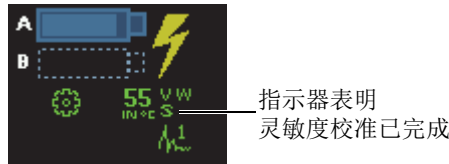

图 5-15 完成校准后灵敏度校准指示器 (S) 变为绿色
至此, 灵敏度校准完毕。屏幕左下角的灵敏度校准指示器 (S) 变为绿色 (参见第 135 页的图 5-15)。